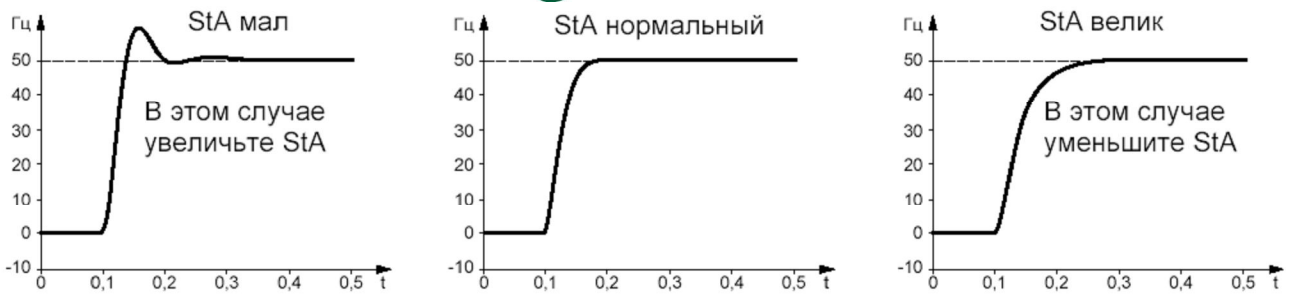

Рис. 6.4. Влияние параметра StA на вид переходного процесса по частоте
- StA (меню SEt-) – степень колебательности контура частоты (рис. 6.4);